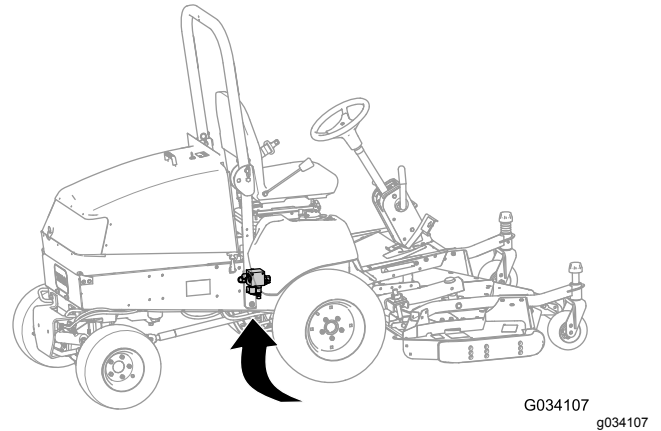

Figura 12
2. Localize o manípulo de elevação sob a máquina, interiormente à estrutura direita do canal, atrás do eixo frontal (**Figura 12**).